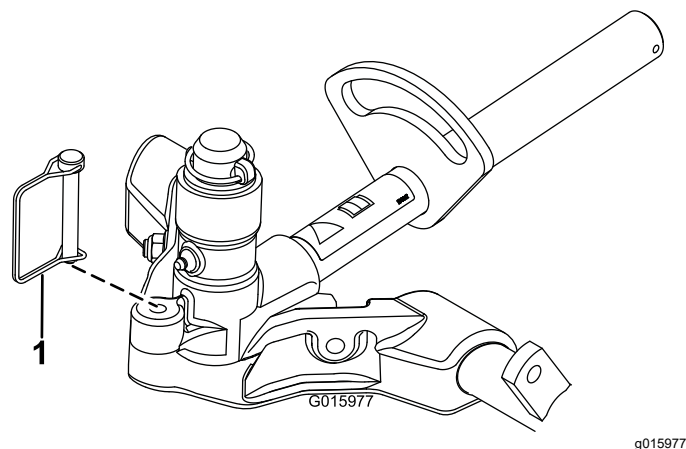

图 17
12. 要锁定固定滚刀组的转向用锁扣销图 17 将轴固定到承载架上。